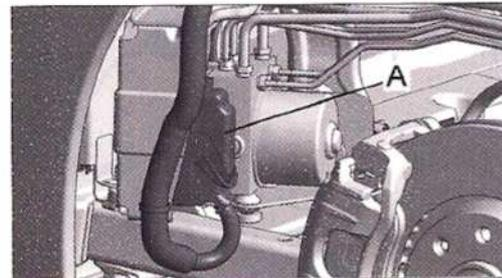

FIG.23
- Desconectar el conector en "A" (Fig.23).